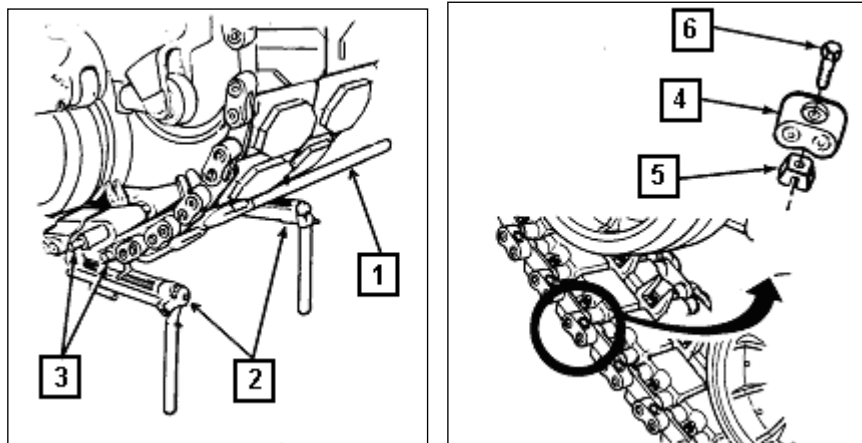

Fig 6-12. Fechamento da lagarta
a. Usando a alavanca de bisel (1), trazer ambas as extremidades da lagarta para posições próximas e posicionar o macaco de desconexão de lagartas (2) nos pinos de conexão (3). (Fig 6-12)
b. Apertar ambos os macacos de desconexão de lagarta (2) uniformemente até os pinos de conexão (3) estarem fechados o bastante para instalar a guia central. Instalar um patim adicional e apertar, usando macaco de desconexão de lagarta, se a lagarta estiver apertada demais para conexão. (Fig 6-12)
c. Apertar ou afrouxar os macacos de desconexão de lagarta para alinhar os pinos do patim (3) e conectores (4). Forçar os conectores nos pinos do patim introduzindo-os até 1,3 cm dos ganchos do macaco de conexão. Remover o macacos de desconexão da lagarta. Forçar os conectores completamente nos pinos do patim. (Fig 6-12)
d. Posicionar as cunhas (5) dentro do lado interno dos conectores (4), usando a chave-inglesa para segurar os parafusos (6). Não apertar os parafusos (6) totalmente. (Fig 6-12)
f. Mover o CC para trás e pará-lo quando os conectores recém-instalados estiverem em torno da polia tensora. Apertar os parafusos da cunha (6). A equipe de manutenção da unidade é a encarregada de apertar os conectores no torque correto. (Fig 6-12 e 6-13)